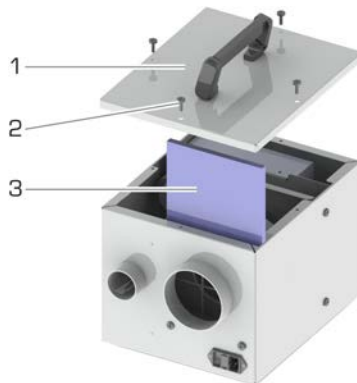

Abb. 9: Filterwechsel ASE 100
1. Entfernen Sie den Gerätedeckel (Abb. 9) indem Sie die vier Schrauben (Kreuzschlitz PH2) entfernen.
2. Ziehen Sie den Filter (Abb. 9) nach oben aus dem Gerät.
4. Abschließend montieren Sie den Gerätedeckel mit den vier Schrauben (Abb. 9).